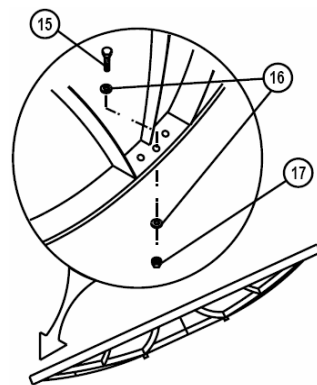

Рис. 7-5.
6. Вставить болт М6 х 40 мм (15) с плоской шайбой в нижнее отверстие в ободе рефлектора (2) и закрепить плоской шайбой М6 и гайкой М6 (16, 17). (Рис. 7-5).
7. Собрать подкос крепления фидера (19) на опорной раме и закрепить двумя болтами М12 х 130 мм (12).